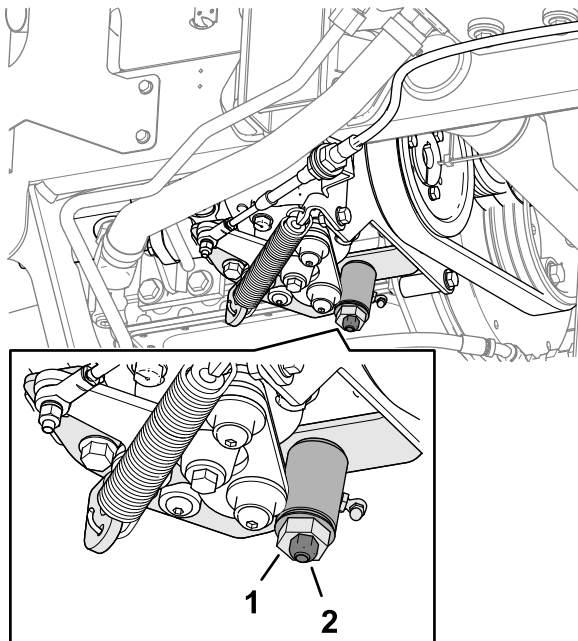

Bild 79
3. Lockern Sie die Sicherungsmutter an der Fahrtriebs-Einstellnocke (Bild 79).